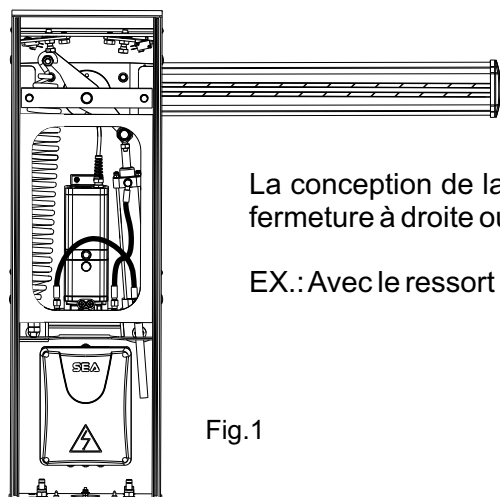

Fig.1
N.B.: L'opérateur est livré de série comme dans Fig.1 (avec ouverture à gauche).
Barrière avec ouverture à gauche (Fig. 1)